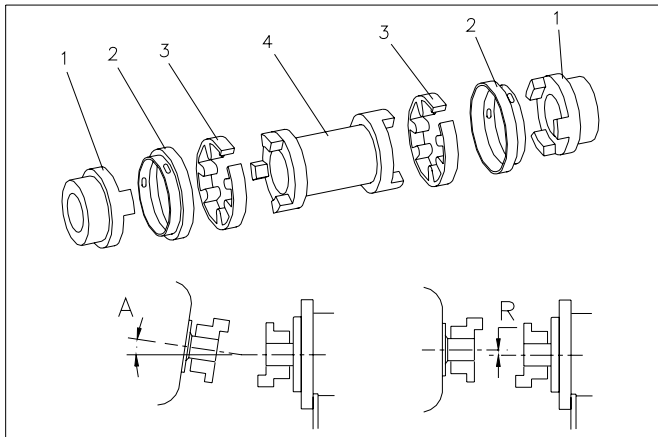

Fig. 8.1
Fjern begge kappene (se fig. 8.1, pos. 2) ved å skru ut festeskrue.